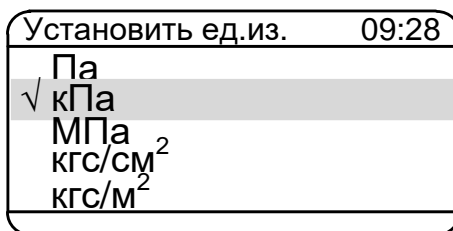

Рисунок 2.30
2.6.5.7.4 Выбор пункта «Установить ед.изм.» и нажатие кнопки «» вызывает на дисплей прибора диалоговое окно *Установить ед.из.* (см. рисунок 2.30), в котором пользователю предлагается выбрать значение параметра.